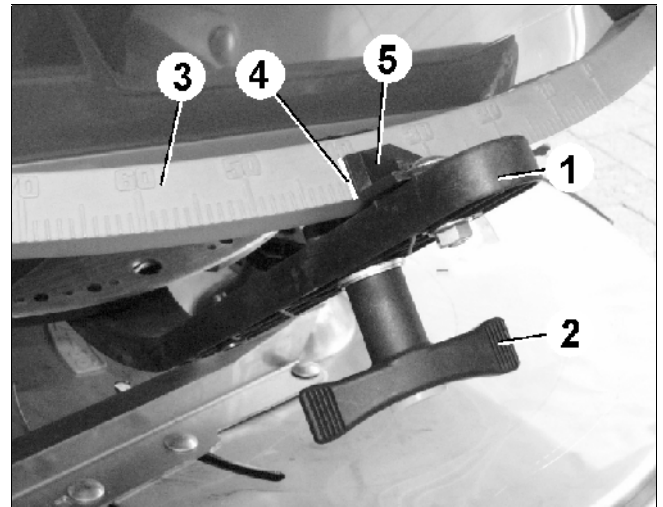

Fig. 101
- Ställ in spjällöppningarna enligt såtabell med inställningsspakarna (Fig. 101/1).
- Lossa vingmuttern (Fig. 101/2).
- Sök upp det erforderliga skalvärdet på inställningsskalan (Fig. 101/3).
- Ställ in inställningsspaken så att avläsningskanten (Fig. 101/4) för mittför visaren på inställningsspaken (Fig. 101/5).
- Dra åt vingmuttern (Fig. 101/2).